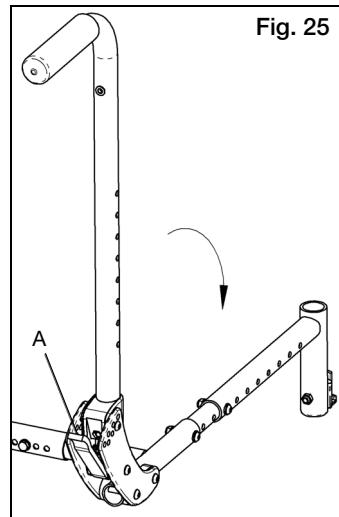

Fig. 25
- Si la silla está equipada con un respaldo plegable hacia abajo, empuje las palancas (Fig. 25:A) hacia la parte anterior de la silla para soltar los pestillos. Si se adjunta asiento con respaldo, ambos pestillos deben estar desactivados de forma simultánea con el fin de permitir que el respaldo se pliegue.